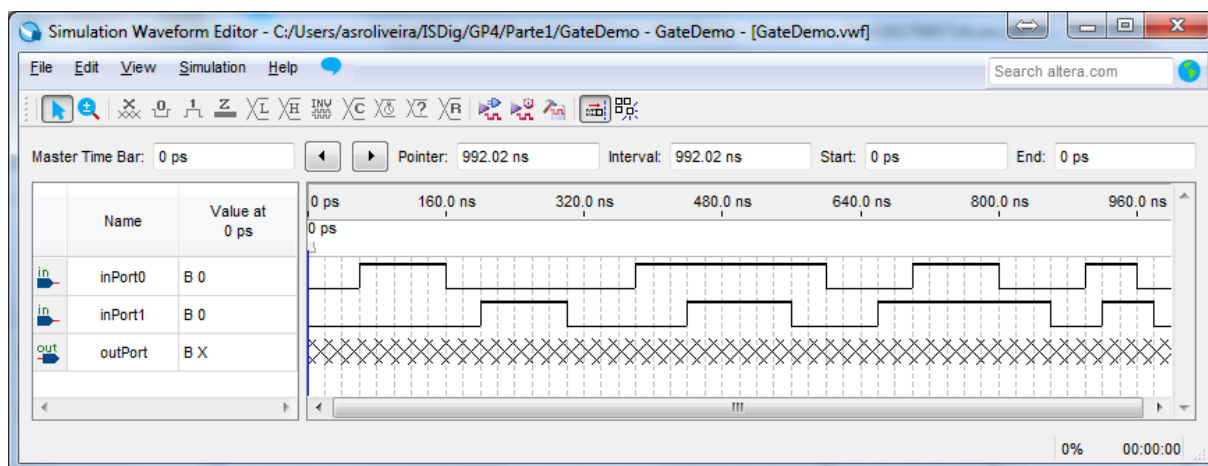

Figura 19 – Janela do simulador após a especificação das formas de onda dos sinais (vetores) de entrada.
**12.** Após premir “OK” poderá especificar os valores pretendidos para as entradas do circuito ao longo do tempo – o(s) valor(es) da(s) saída(s) será(ão) determinado(s) durante a simulação. Utilize para tal o rato, seleccionando os troços do diagrama temporal do sinal pretendido com o valor lógico que deseja que ele assuma (Figura 19).